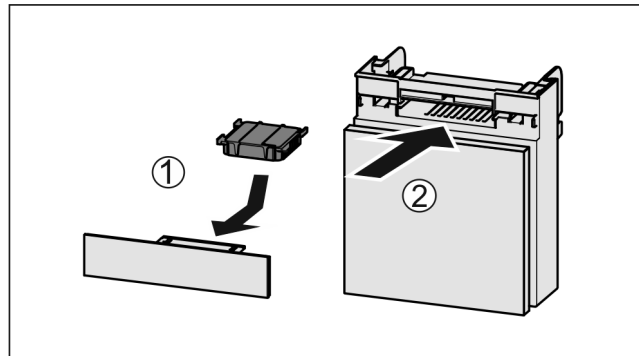

Fig. 49
- ▶ Sett inn Fig. 49 (1) aktivkullfilteret etter figuren.
- ▶ Skyv inn Fig. 49 (2) hyllen.